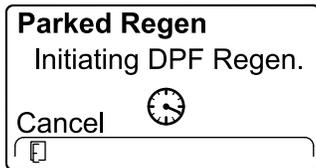

Рисунок 56
5. На дисплее инфо-центра появится сообщение INITIATING DPF REGEN (НАЧИНАЕТСЯ РЕГЕНЕРАЦИЯ DPF) (Рисунок 56).